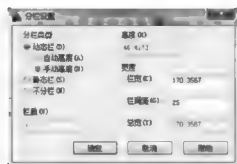

图 5-22
① 不分栏：主要作用是采用默认选项，创建一栏文字。
②**连续性**：主要作用是根据文字量创建多个栏，文字自动从一栏流向另一栏。在输入文字时，边界的高度不改变，如果输入的文字超出了框，则自动开始新的一栏，文字量是不受限制的。
③ **静态栏**：主要作用是创建一组指定高度和宽度的栏。文字会自动从一栏流入另一栏，可以指定栏数。
④ 插入分栏符：主要作用是指定栏间距。将光标放在需要的位置后，按 Alt + Enter 组合键即可。
⑤ **分栏设置**：单击该按钮，弹出如图 5-22 所示的【分栏设置】对话框，通过该对话框，可以设置分栏的类型以及栏的宽度、高度和间距。